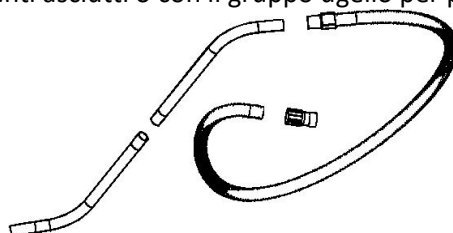

Figura 3
3. Inserire l'estremità del tubo con il connettore corto nel connettore quadrato e inserire l'interruttore del connettore quadrato nella scanalatura del connettore corto. L'altra estremità del tubo flessibile deve essere collegata con raccordi diversi a seconda del lavoro di pulizia, ad esempio con il gruppo ugello per pavimenti asciutti o con il gruppo ugello per pavimenti bagnati. (Figura 3).